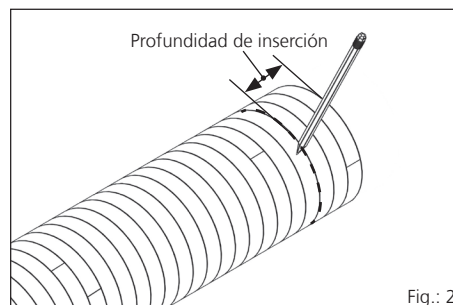

Fig.: 2
- 1 Haga una marca (identificación de la profundidad de inserción, véase **tabla 1**) en la manguera espiral (véase la fig.: 2).